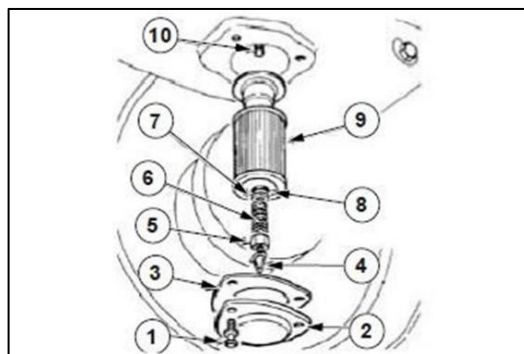

Fig. 285 – ZEEF – OPENGEWERKTE TEKENING
1. Verwijder de dekselbouten (Item 1 in Fig. 285).
2. Verwijder het bodemdeksel (Item 2 in Fig. 285).
3. Verwijder de pakking (Item 3 in Fig. 285).
4. Verwijder de borgclip (Item 4 in Fig. 285).
5. Verwijder de moer (Item 5 in Fig. 285).
6. Verwijder de veer (Item 6 in Fig. 285).
7. Verwijder het zeefpatroon (Item 9 in Fig. 285).